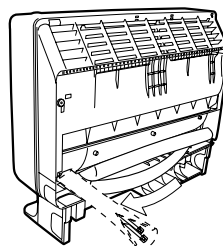

图12
- (2) 如图12所示，用手按住配管的根部，将配管整形到需要的位置。图示位置为连接管后方引出的情况。